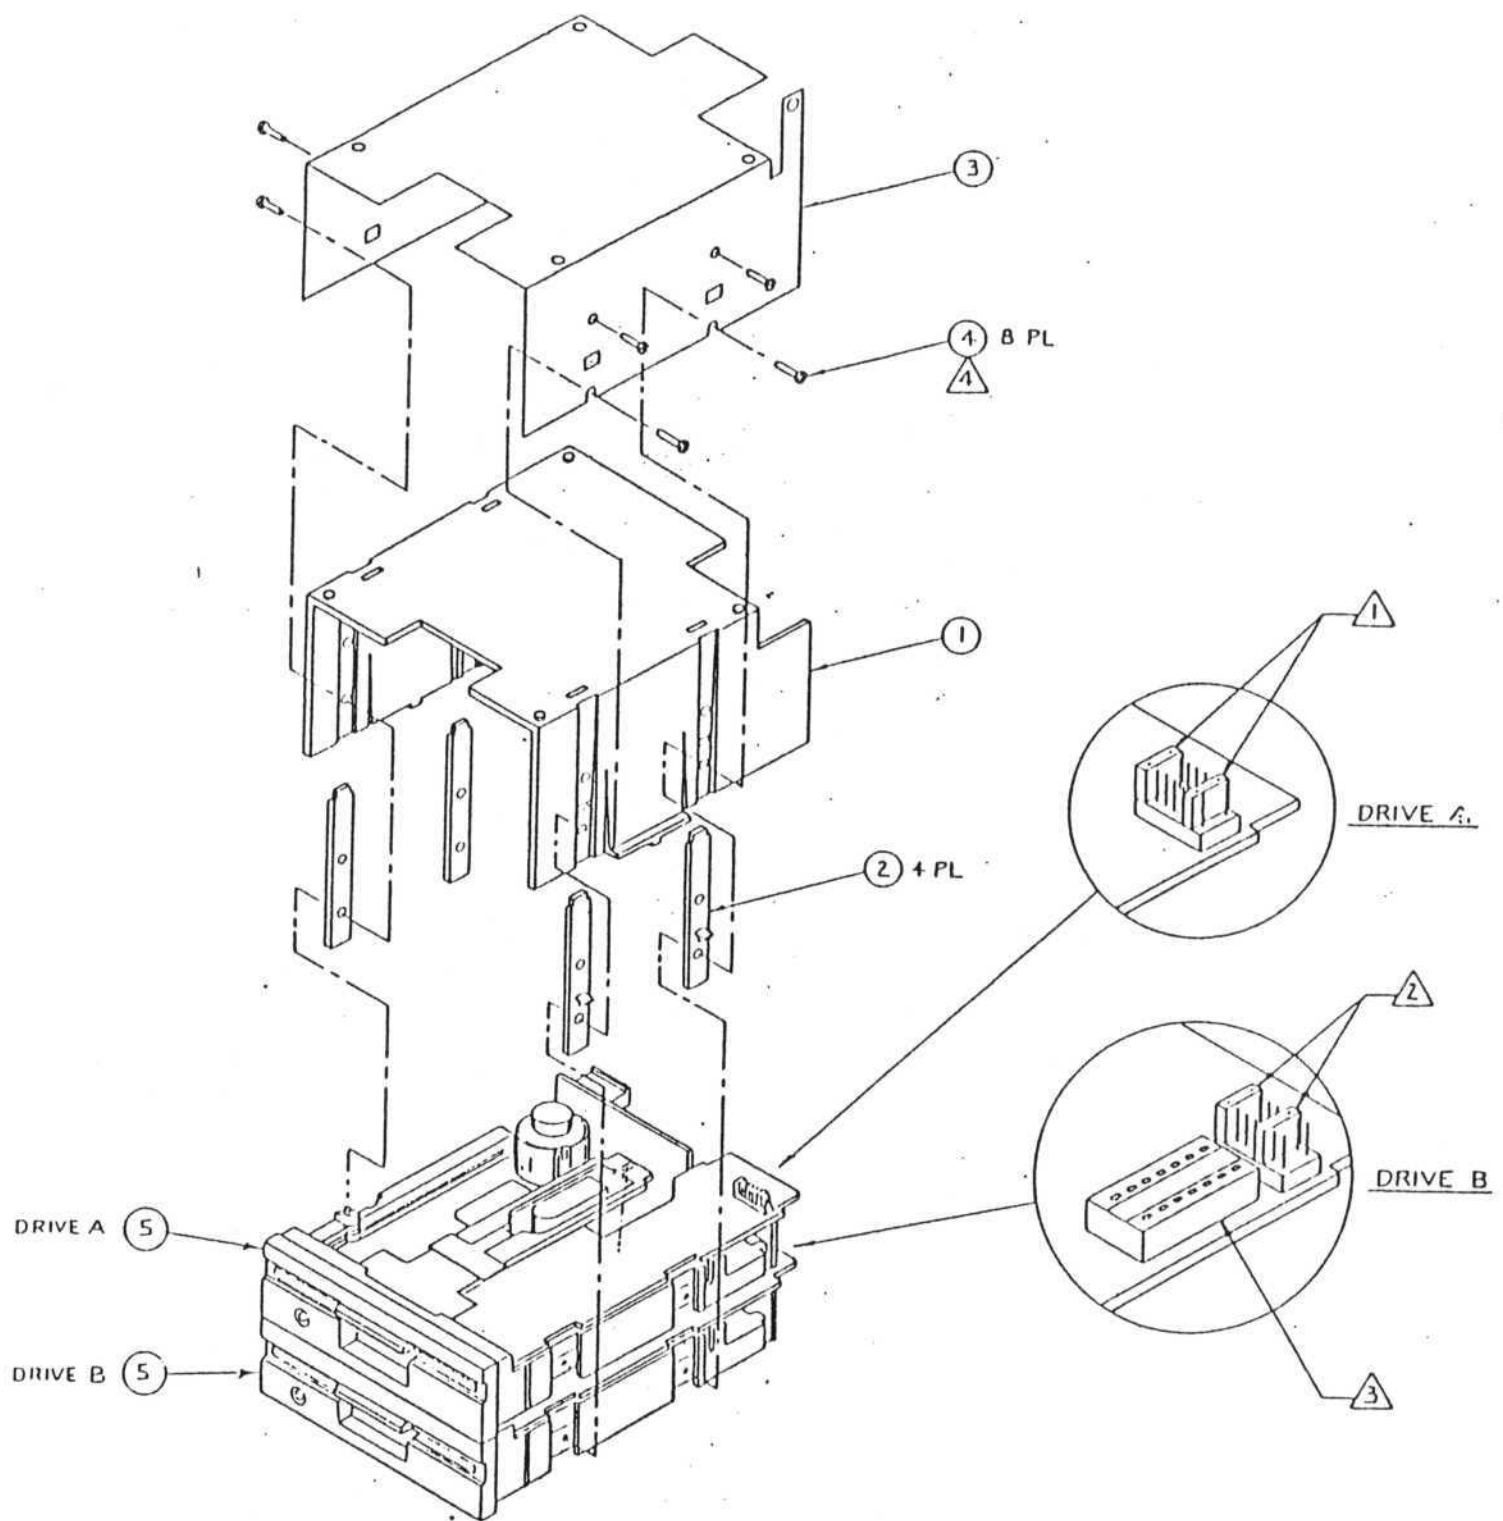
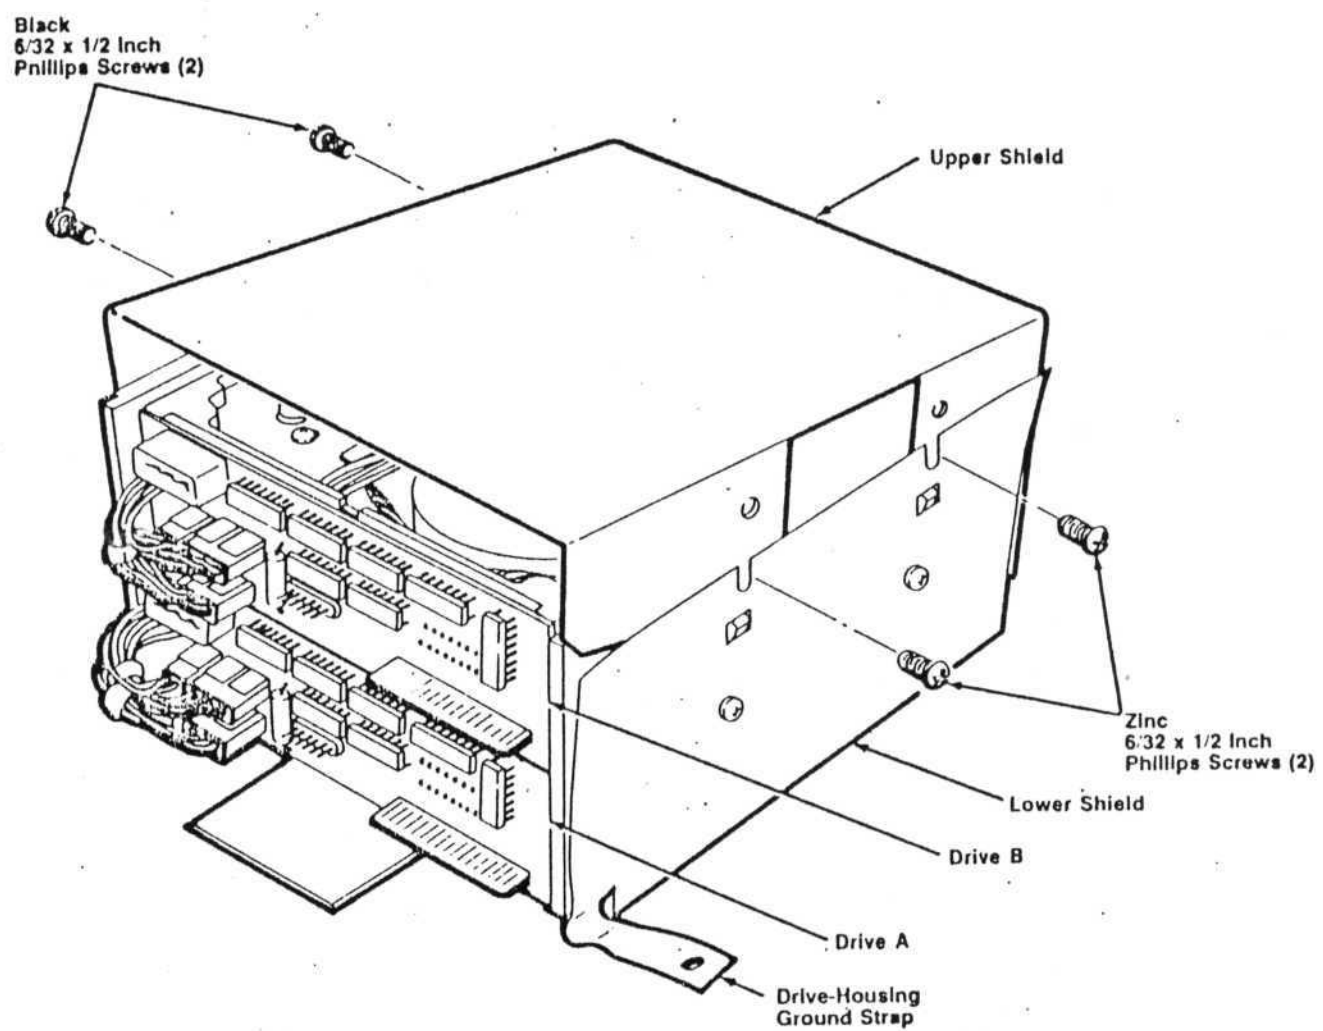

Bild 3
Bild 4
3. Laufwerke im Abschirmgehäuse einbauen. Dabei darauf achten, daß das Laufwerk "A" als erstes eingebaut wird (Bild 3 und Bild 4).